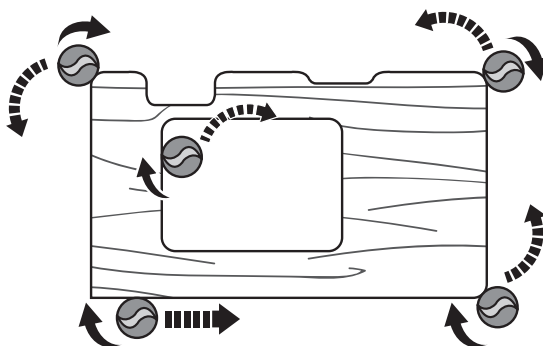

Fig. 21
- > Mueva el producto en sentido horario para fresar el interior de la pieza de trabajo (Fig. 21).